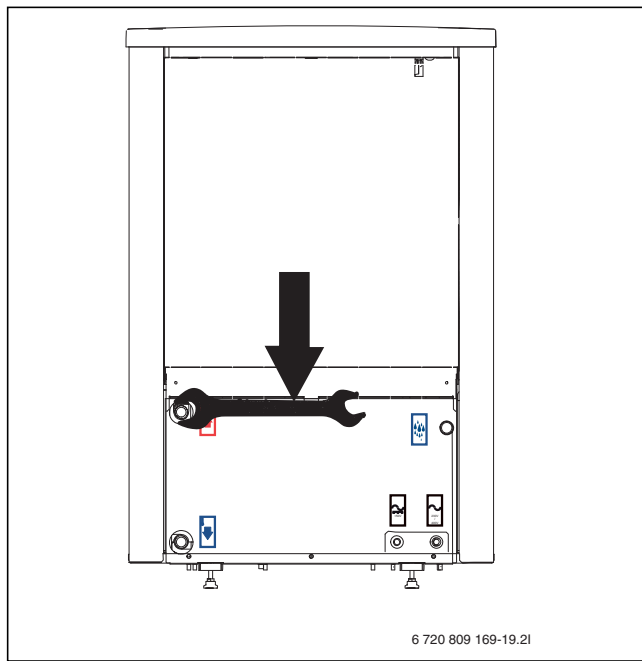

Bild 14 Wärmepumpenanschlüsse. Anziehen.
- ▶ Anschlüsse der Primärkreisrohre mit einem Anzugsmoment von 120 Nm anziehen. Die Kraft nach unten richten (siehe Abb. 14) um eine seitliche Belastung des Kondensators zu vermeiden.